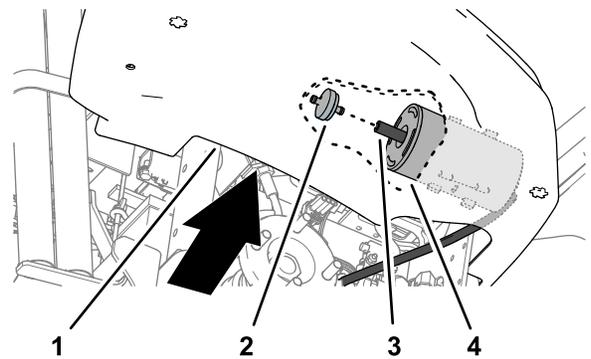

**Figura 31**
3. Retire los 4 tornillos de caperuza con arandela prensada ( $\frac{1}{4}$ " x  $\frac{5}{8}$ " ) que sujetan la cubierta de la rueda al bastidor de la máquina (Figura 31).
6. Alinee los taladros en la cubierta de la rueda con el bastidor de la máquina (Figura 31) y fije la cubierta al bastidor con los 4 tornillos de caperuza con arandela prensada ( $\frac{1}{4}$ " x  $\frac{5}{8}$ " ) que retiró en el paso 3.